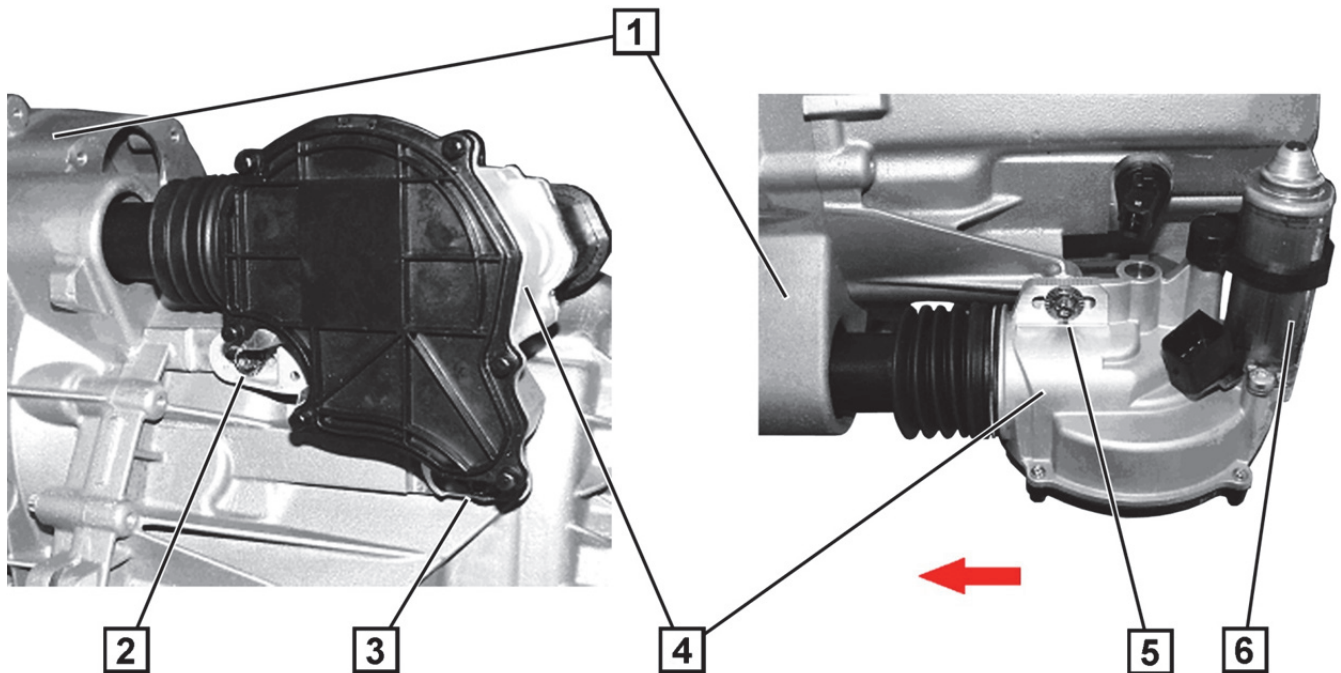

Fig. 2 : Actionneur d'embrayage : smart fortwo (451) / smart forfour (454) / Mitsubishi Colt VI (Z_)
1. Positionnez l'actionneur d'embrayage (5) dans le carter de l'embrayage (3) de sorte que le poussoir soit bien positionné sur la porte poussoir du levier de débrayage.
3. Appuyez sur l'actionneur d'embrayage avec **3 graduations** (± 6 mm) dans le sens de la flèche (fig. 2).